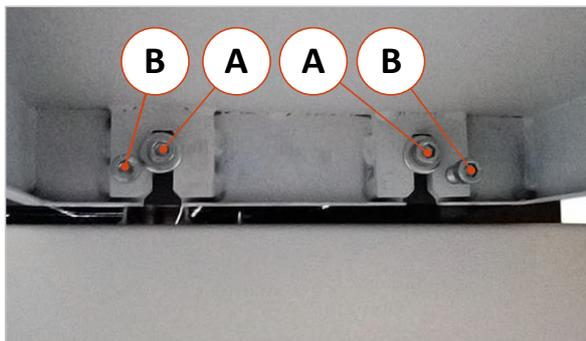

Abbildung 45: Montage der Tischverlängerung
- Lösen Sie die beiden Schrauben (A), die sich in der Maschine befinden, mit einem SW 8 Innensechskantschlüssel und drehen Sie so weit auf, dass Sie die beiden Aufnahmen der Tischverlängerung (D) zwischen den Unterlegscheiben und der Maschine einhängen können (siehe ⇒ Abbildung 45).
- Tischkante des Verlängerungstisches über die Schrauben (A) bündig zur Maschinentischkante und mittels Schrauben (B) die Neigung zur Maschinentischkante ausrichten.
- Die Höhe der Tischverlängerungskante lässt sich über die beiden Einstellschrauben (C) auf der Oberseite mit einem SW 3 Innensechskantschlüssel an den Maschinentisch anpassen.
- Nach erfolgter Einstellung die Schrauben (A) gut festziehen.